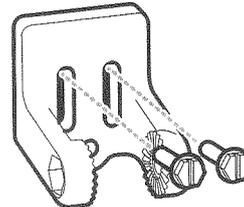

Figure 20
- Alignez le support de montage du transducteur avec les trous percés dans le tableau arrière. À l'aide d'un tournevis à douille de 5/16 po, montez l'ensemble au tableau arrière avec les deux longues vis n° 10-1 po (fournies) (Figure 20). **Serrez à la main seulement !**